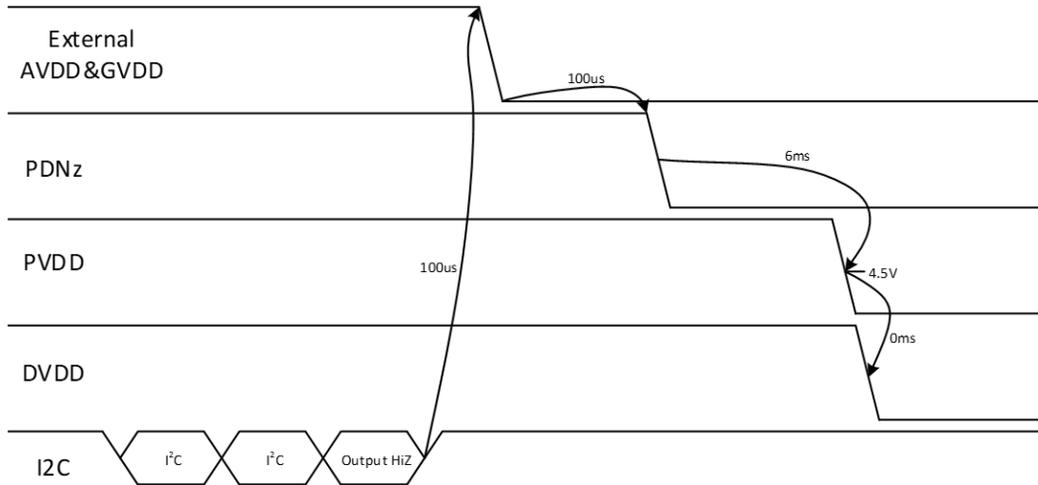

图 17 TAS5828/TAS5827 外供 GVDD/AVDD 掉电时序
- Power down sequence (图 17) :